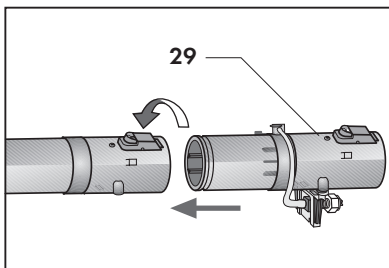

Abb. 13
- das Aufnahmeteil des Verlängerungsrohrs in das Steckteil des Zerstäubers stecken und den Arretierring drehen um das Verlängerungsrohr zu blockieren. (Abb. 13)